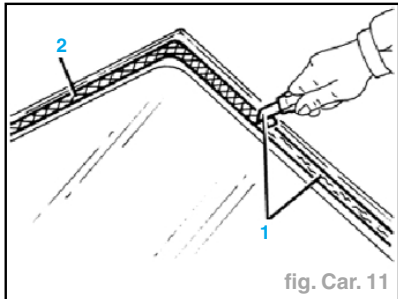

fig. Car. 11
- Nettoyer soigneusement la baie du pare-brise à l'air comprimé et dégraisser à fond avec de l'heptane. Si le collage successif est effectué **60 minutes** après la découpe et le nivelage du cordon de mastic, il est nécessaire de traiter la surface dudit mastic avec l'activateur approprié, puis d'attendre **15 minutes** avant de fixer le pare-brise (2).
- A l'aide de l'outil approprié, enlever le cordon de mastic du pare-brise (1) (fig. Car. 11).
- A l'aide de l'outil approprié (1), enlever le cordon de mastic de la lunette AR de façon à la nettoyer complètement. Veiller à ne pas endommager la sérigraphie noire sur le périmètre de la glace (2) (fig. Car. 11).